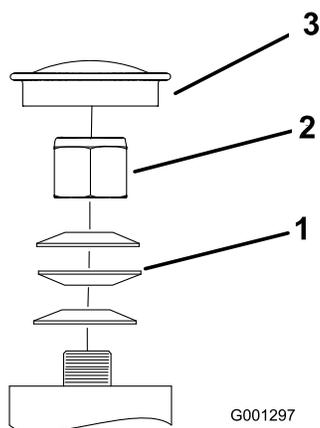

Figura 54
3. Retire el tapón anti-polvo de la rueda giratoria y apriete la contratuerca (Figura 54).
4. Apriete la contratuerca hasta que las arandelas de muelle estén planas, luego afloje 1/4 de vuelta para establecer la pre-carga correcta de los cojinetes (Figura 54).
Importante: Asegúrese de que las arandelas de muelle están correctamente instaladas, según muestra Figura 54.
5. Coloque el tapón anti-polvo (Figura 54).